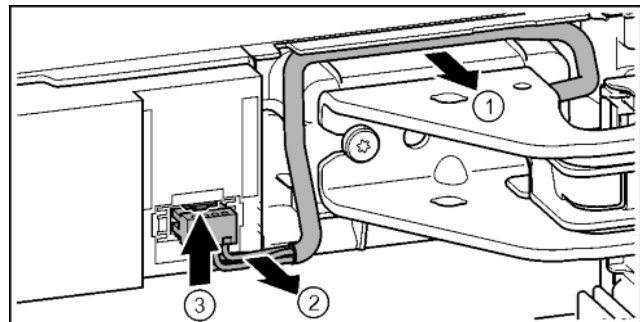

Fig. 21
- Sortir délicatement du guide le câble au-dessus du support de palier. Fig. 21 (1)
- Tirer les torons de câble en dehors du conduit. Fig. 21 (2)
- Pousser la languette vers le haut et sortir délicatement le connecteur. Fig. 21 (3)